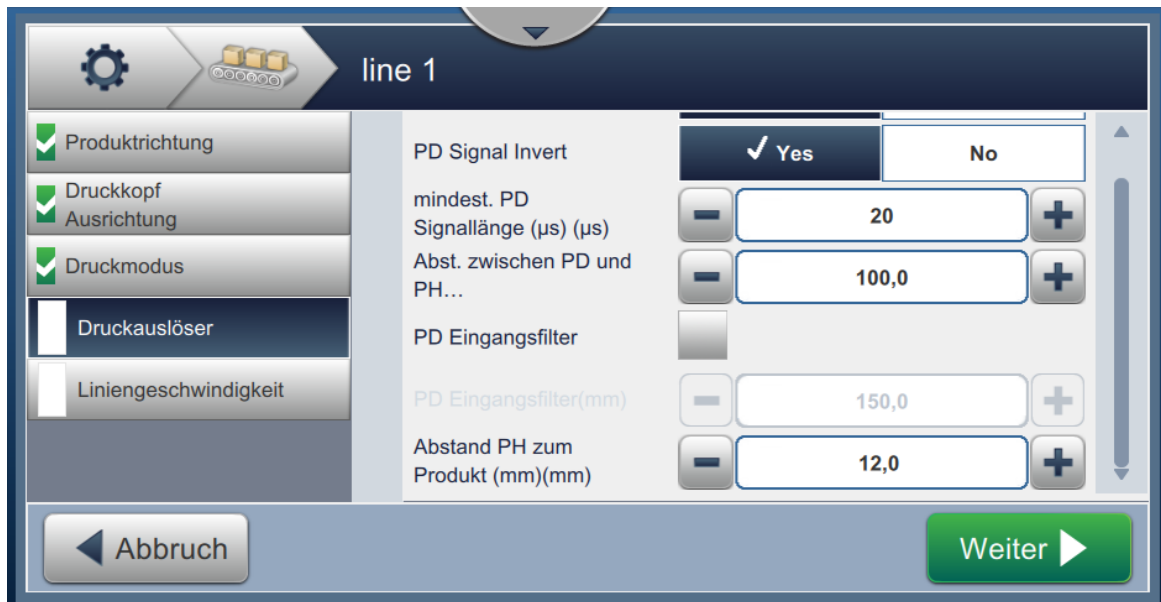

Abbildung 6-32: Linieneinrichtung – Druckauslöser
1. Berühren Sie den *Druckauslöser* auf dem Bildschirm für die Einstellungen zur Linieneinrichtung, wie dargestellt in Abbildung 6-32.